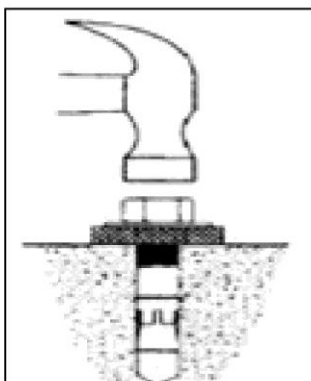

Fig. 30
- Așezați ancora în orificiu și bateți-o cu un ciocan ușor (nu instalați ancora centrală, fixați-o după reglarea nivelului) (**Fig. 30**).